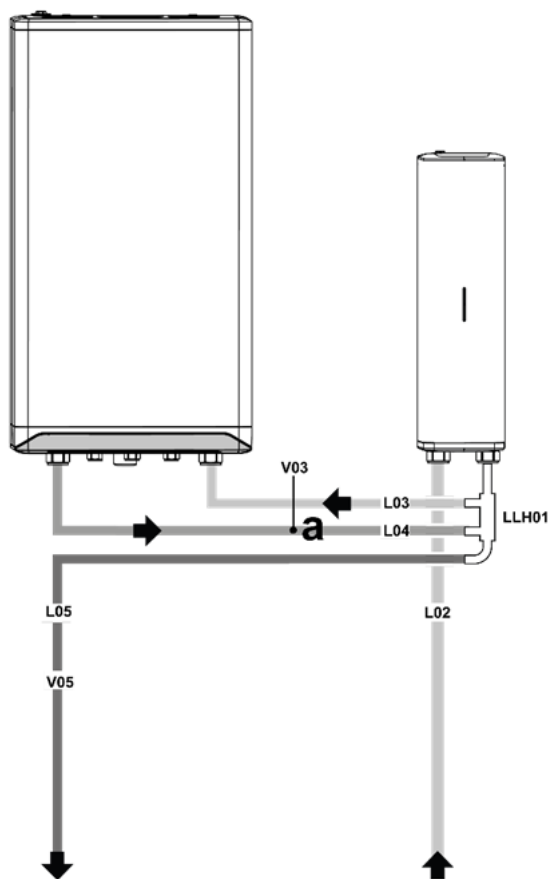
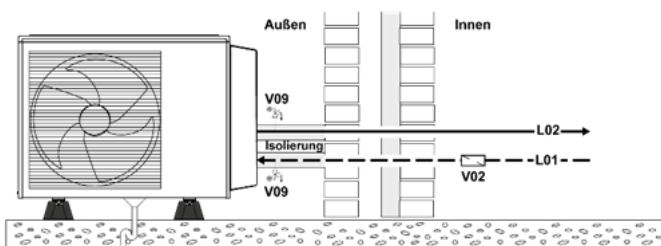

Abb. 13: Hydraulische Anschlüsse der Inneneinheit
Abb. 14: Hydraulische Anschlüsse der Außeneinheit
Legende zu Abb. 13-Abb. 14:
- ➔ Installieren Sie ggf. einen mechanischen Festschutz (z.B. V09 gem. Abb. 14), s. hierzu auch Kap. 3.12.2.
- ➔ Schließen Sie den Rücklauf Wärmepumpe L01 an den Anschluss Rücklauf Wärmepumpe ② an.
- ➔ Schließen Sie den Vorlauf Wärmepumpe L02 am Anschluss Vorlauf Wärmepumpe ① an.